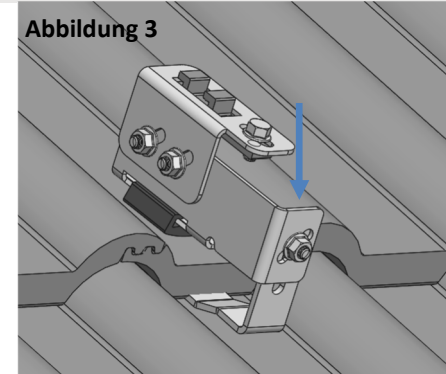

Abbildung 3
- Ziegel über die Einhängung schieben und das Oberteil des Universal-Solarhalters auf den eingeschobenen Ziegel setzen. (Abbildung 3)